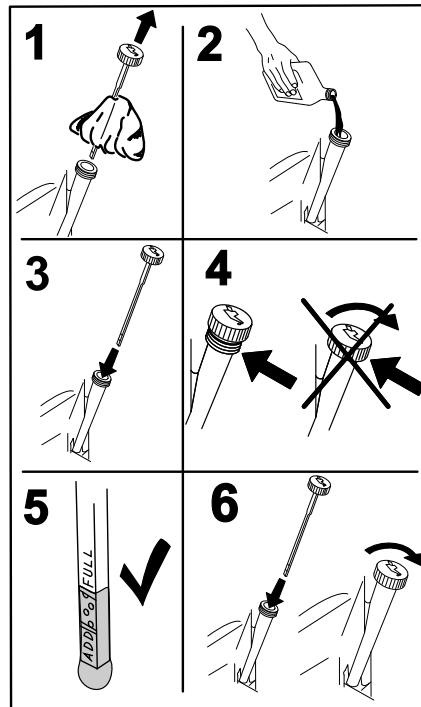

Figure 50
- Versez lentement environ 80 % de l'huile spécifiée dans le tube de remplissage, puis faites l'appoint lentement jusqu'à ce que le niveau atteigne le repère maximum (**Full**) (Figure 50).